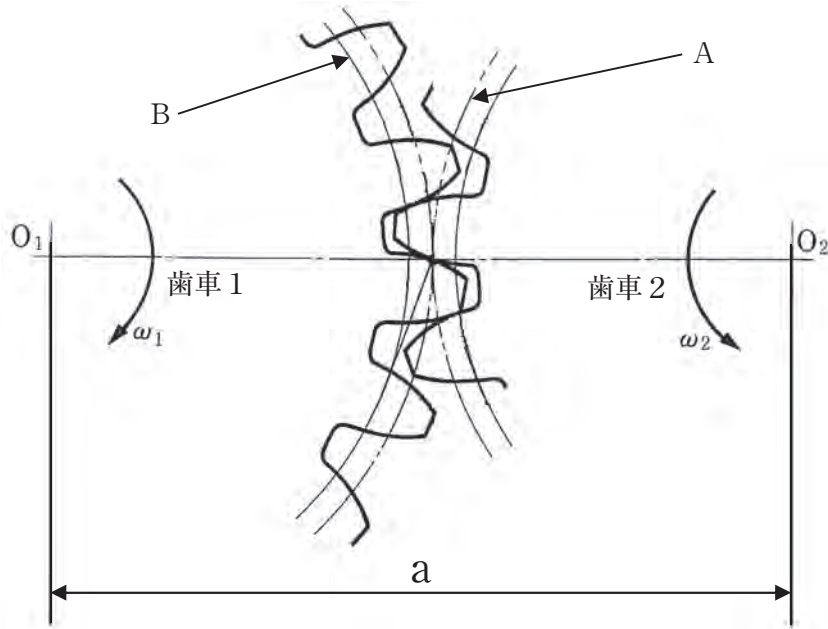

図4
(4) 図4に示す、標準平歯車について、次の各問いに答えよ。ただし、歯車1のモジュールを3 [mm]、歯数を40とし、歯車2の歯数を20とする。